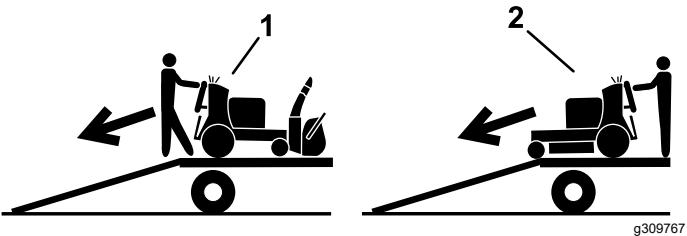

Figure 27
2. Déchargez la machine de la remorque en gardant le côté le plus lourd en haut de la rampe (Figure 27).